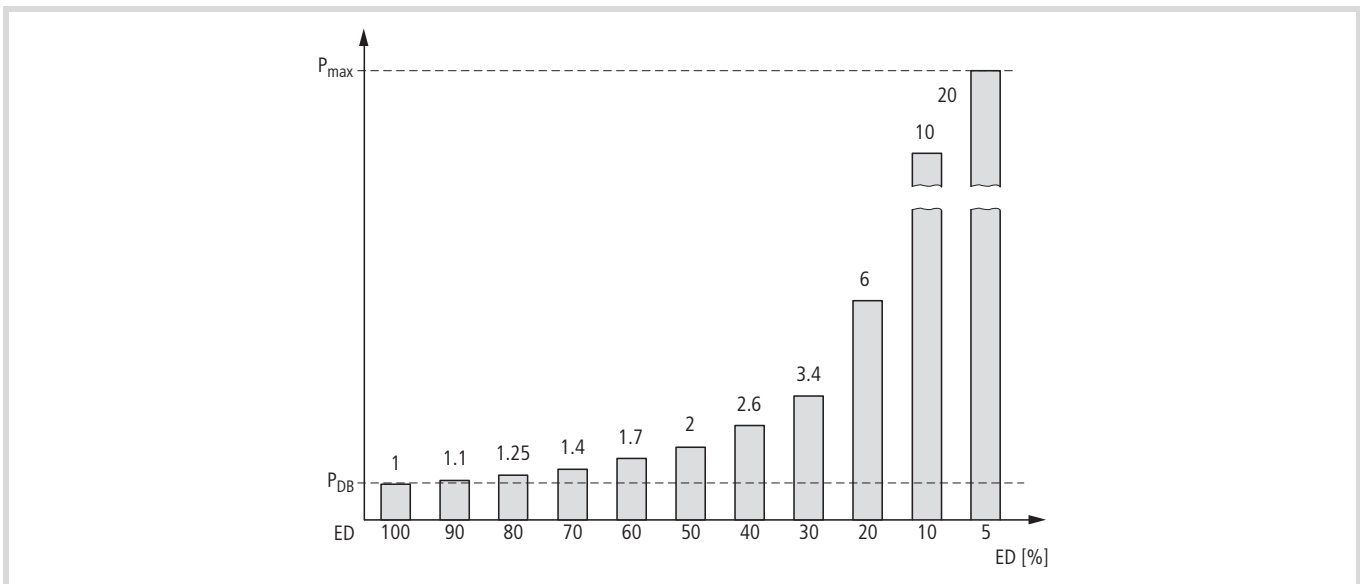

Figura 122: fattori di sovraccarico (per es. BR1...)
- Con il reostato di frenatura BR3... il fattore di sovraccarico ammissibile sarà pari a circa il 50 % del valore di BR1... (→ figura 122, „fattori di sovraccarico (per es. BR1...)”).